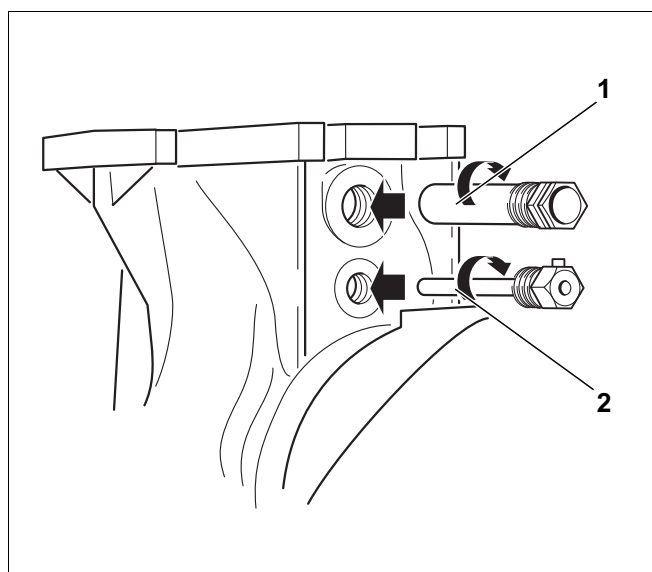

Fig. 21
- Sett den 3/4" følerlommen forfra (lengde: 110 mm) inn i det øvre 3/4" gjengehullet i turstussen (fig. 21, **pos. 1**).
- Sett den 1/2" følerlommen forfra (lengde: 110 mm) inn i det nedre 1/2" gjengehullet i turstussen (fig. 21, **pos. 2**).